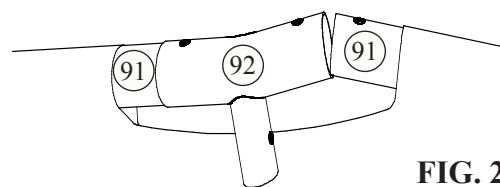

FIG. 2
3. À la dernière connexion, installez le dernier Raccord-Té sur l'extrémité d'une poutre. Soulevez les deux dernières Poutres pour former un angle entre elles qui facilitera l'introduction de leur extrémité dans le Raccord-Té en abaissant les deux poutres ensemble. **Fig. 2**. Cette opération peut nécessiter deux personnes. Maintenant commencez à placer les Goupilles (93) / Éillet (97) par le haut des Raccords-Té jusqu'à ce que chaque Goupille s'enclenche en place dans le Raccord-Té, comme dans **Fig. 3**.